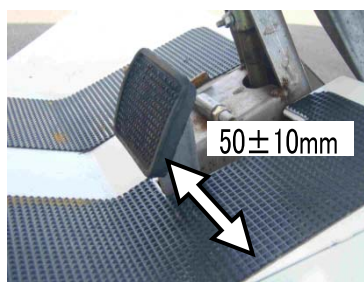

図 1
- ① 図 1 を参考にクラッチブレーキペダルをロックレバーでロックした状態から、ロックレバーを解除し、ゆっくりとクラッチをつないでいきます。
- ② 本機が動き始めたときのペダル位置が、ロックした状態から 50±10mm 位置でつながるのが標準です。〈図 1 参照〉